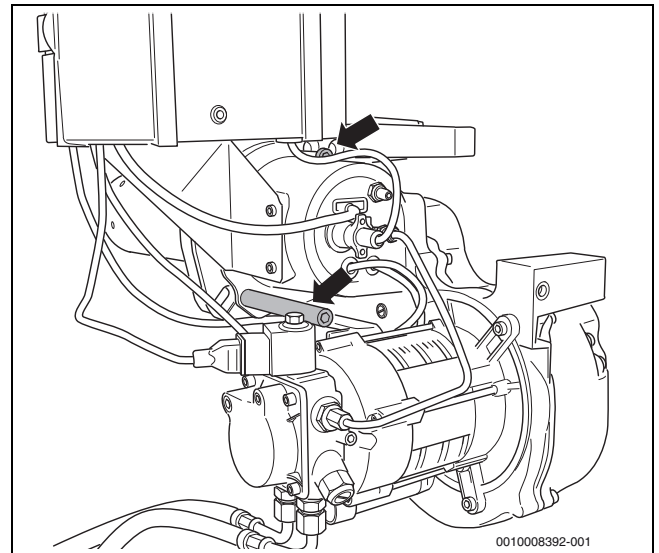

Bild 35 Schrauben der Bajonnettbefestigung lösen
- ▶ Die beiden Schrauben der Bajonnettbefestigung lösen (→Bild 35, Pfeile).